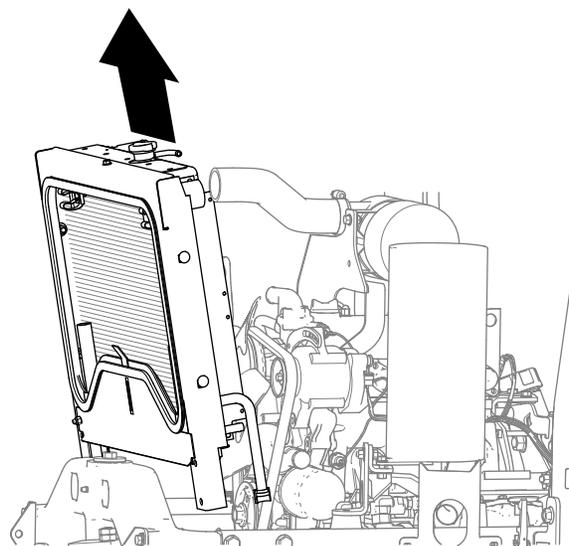

Figura 21
3. Levante o radiador da máquina (Figura 21).